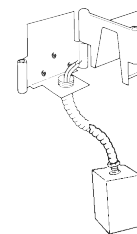

Fig. 2
Paso 4: Instale el primer conector del conducto portacables (no suministrado) en el área del agujero ciego del soporte de montaje (Fig. 2). Apriételo con una llave inglesa.
Paso 5: Conecte el segundo conector del conducto portacables en la caja de conexiones (Fig. 2).